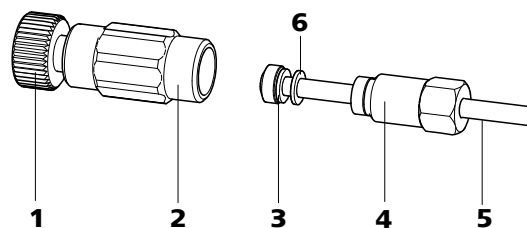

Figura 16 Conectar a entrada da bomba de alta pressão
- Conectar a outra extremidade da conexão do tubo (14-6) (com o parafuso de aperto curto (14-4)) à bomba de alta pressão (ver figura 16, página 37).